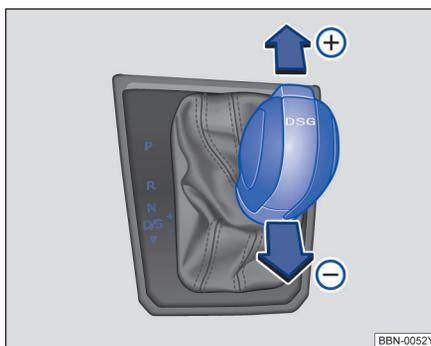

图 115 换挡杆在 Tiptronic 手动电控换挡程序位置上。
- 向前 ⊕ 或向后 ⊖ 短促按压换挡杆，即可换高档或降挡→图 115。